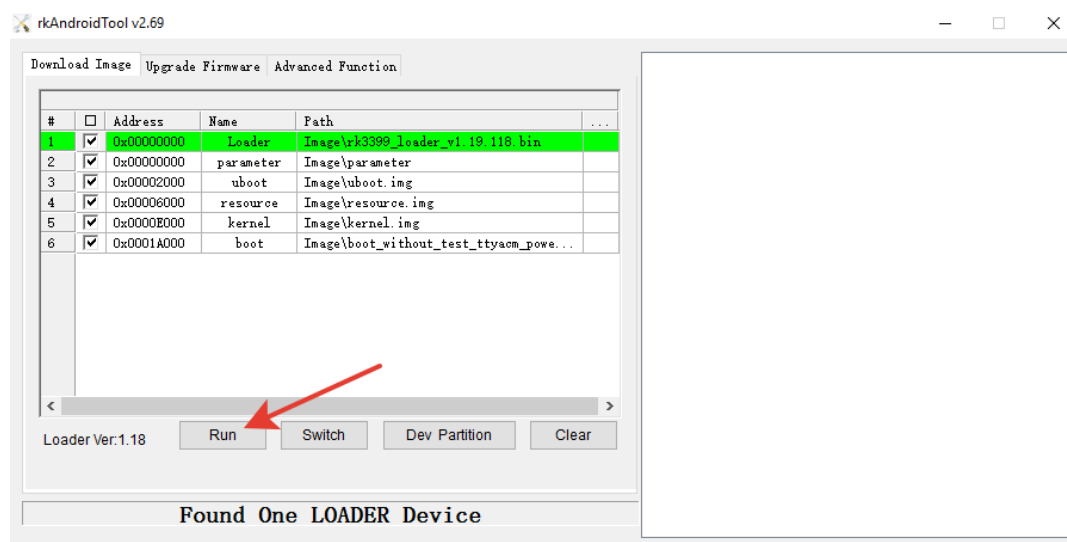

Рис. 2.1
- 4) После появления надписи «Found One LOADER Device» кнопку ubt можно отпустить. В утилите нажать кнопку «Run» (Рис. 2.1).